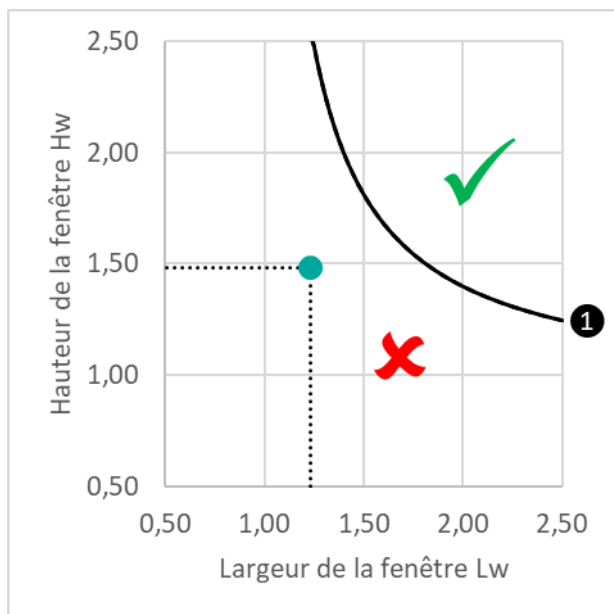

Figure 2 Quelles dimensions minimales pour respecter $U_w \leq 1,5 \text{ W}/(\text{m}^2.\text{K})$?
La fenêtre satisfera à l'exigence $U_w \leq 1,5 \text{ W}/(\text{m}^2.\text{K})$ si ses dimensions (largeur x hauteur) sont situées au-dessus de la courbe ①⁷ de la figure 2. Par exemple, une fenêtre de 1,23 m x 1,48 m, représentée par le point turquoise (sur la figure 2 et les suivantes), ne satisfait pas à l'exigence⁸.